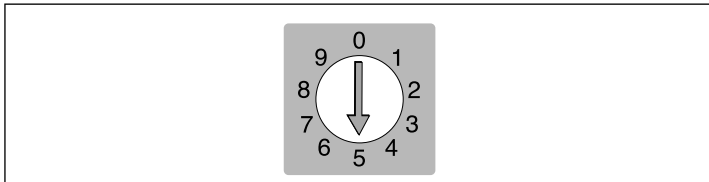

Figura 4: Selettore di indirizzo SCSI
- A Selettore indirizzo SCSI:** per assegnare un indirizzo, utilizzate un cacciavite per orientare la freccia verso un numero di indirizzo. Usate solo 0, 1, 2, 3, 4, 5, o 6. Non usate 7, 8, o 9. Vedi illustrazione dettagliata nella Figura 4.
4. **IMPORTANTE:** Sulla parte posteriore dello scanner vi è un piccolo quadrante che serve ad impostare l'indirizzo SCSI per lo scanner (vedi Figura 4). Assicuratevi che a ciascun dispositivo nella catena SCSI sia stato assegnato un indirizzo SCSI diverso. Se necessario, utilizzate un piccolo cacciavite per regolare la rotella in modo tale che sia orientata verso un nuovo indirizzo per lo scanner. Utilizzate solo 0, 1, 2, 3, 4, 5, o 6. Non utilizzate 7, 8, o 9.